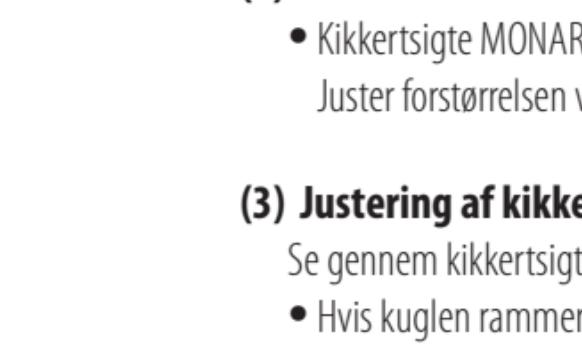

Fig. 3-1
(1) Fokusering
- 1 Se gennem okularet med øjet ca. 10 cm (4 tommer) fra okularet for at se BDC-trådkorset (fig. 3-1), dobbelttrådkorset (fig. 3-2), det fine trådkors med punkt (fig. 3-3), det fine trådkors (fig. 3-4), #4-trådkorset (tysk 4) (fig. 3-5) eller Mildot-trådkorset (MIL-standard) (fig. 3-6). Sørg for, at dit øje befinder sig i den korrekte stilling og med korrekt pupilafstand, da motivet eller bliver til en "blackout".